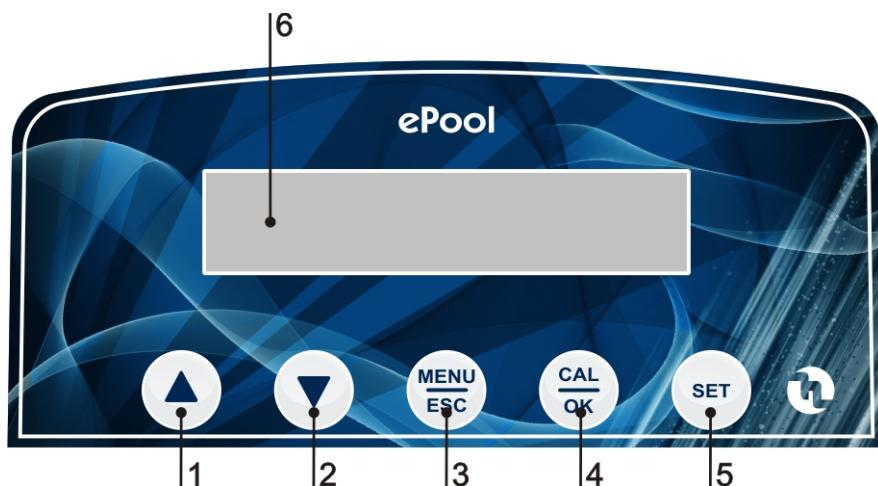

Fig. 4 – Painel de Comandos
- Desconectar o plugue da rede elétrica ou por meio de um interruptor omnipolar de 3 mm mínimo de distância entre os terminais. (Fig. 4).
Pressione ao mesmo tempo as setas para cima (1) e para baixo (2), (fig. 4) por alguns segundos
Com a bomba em stand-by, pressione ao mesmo tempo MENU/ESC (3) e CAL/OK (4) para encher as mangueiras (FIG.4).